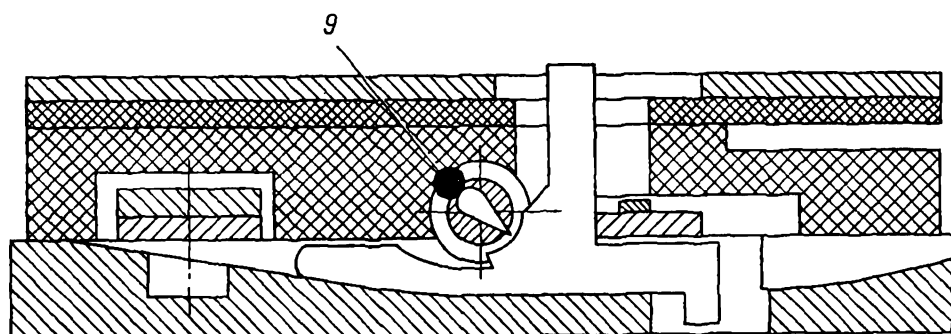
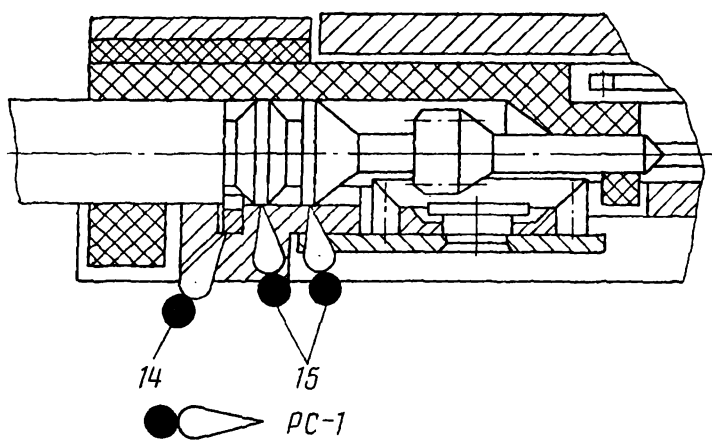
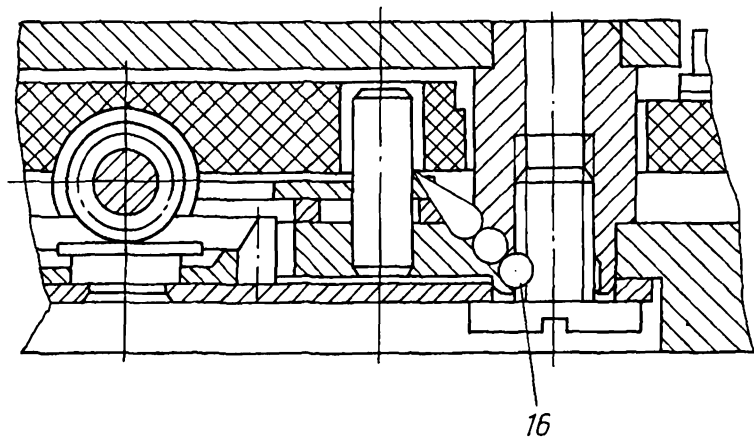
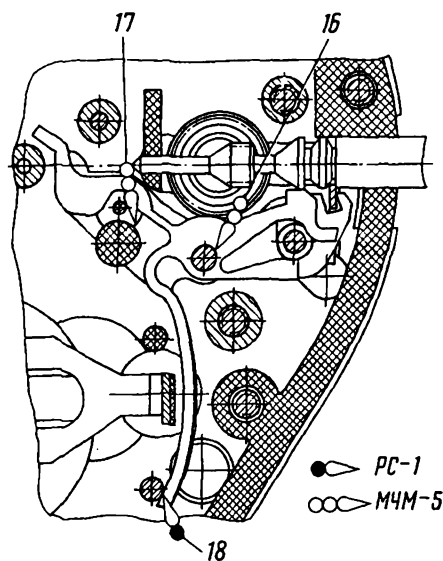

Рис. 76
Рис. 78
Рис. 79
Рис. 80
- Смазать: паз платины под пластину (рис. 78, поз. 14); штифт платины, фиксирующий пружинящие консоли рычагов (рис. 80, поз. 18); посадочные колонки под рычаги (рис. 79, поз. 16; рис. 80, поз. 16–17).
- Смазать (рис. 76, поз. 9; рис. 78, поз. 15) и установить вал переводной.